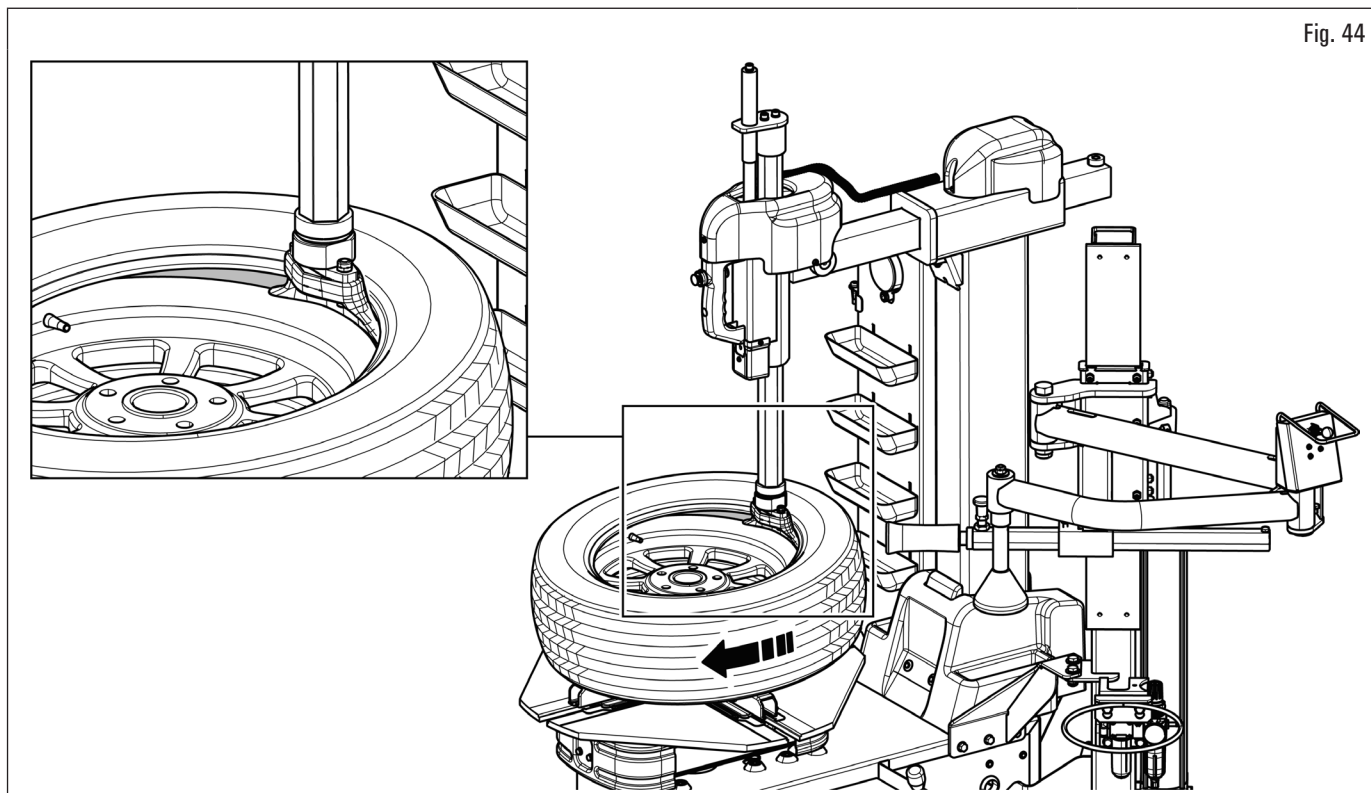

Fig. 44
6. repetir las operaciones para el borde superior del neumático como ilustrado en la Fig. 44;